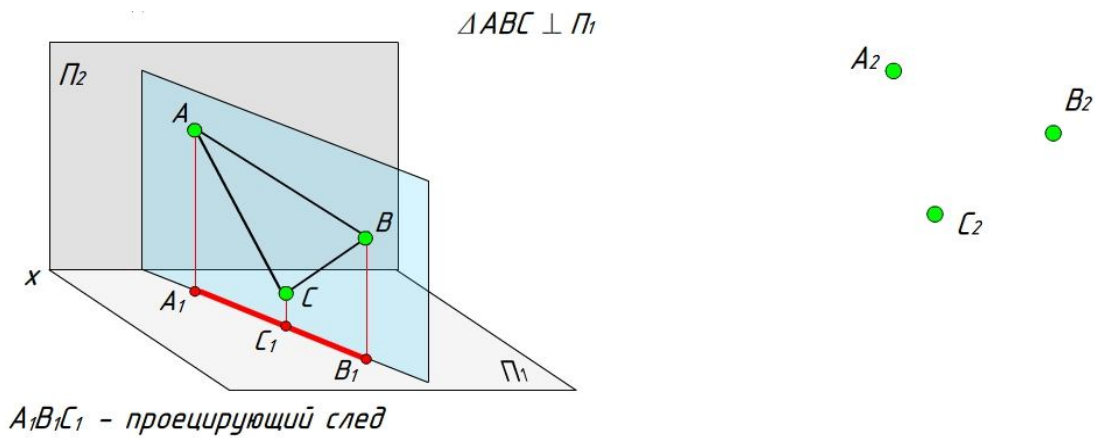

Рис. 2.7
1.1. Горизонтально проецирующая _____ (рис. 2.7).